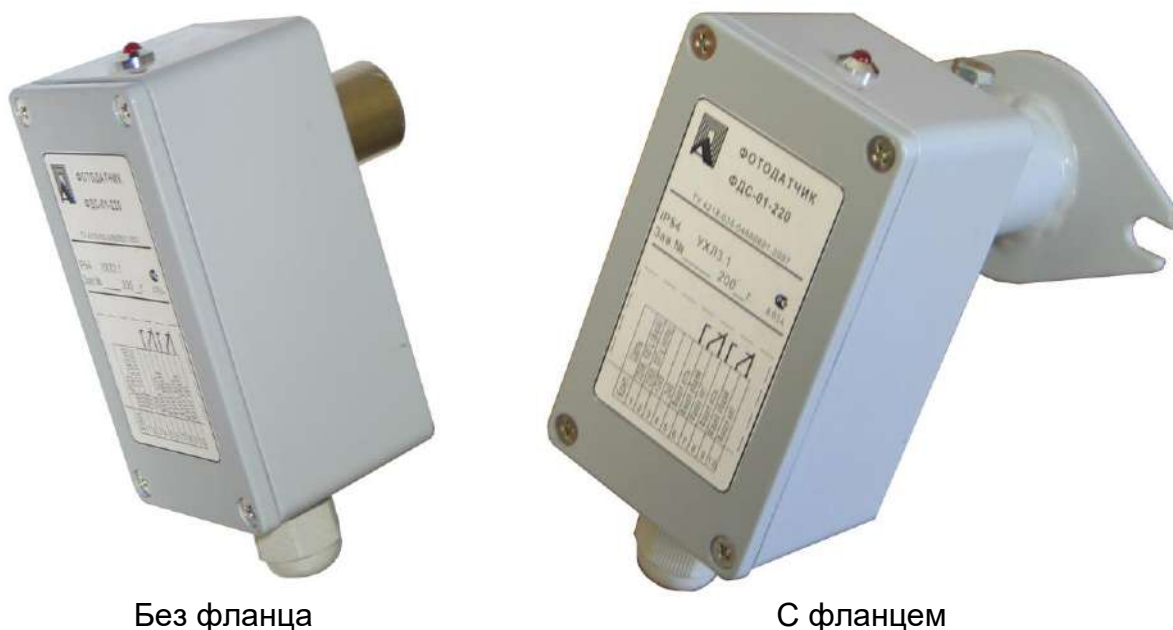

Рис.1 Общий вид прибора
4.1.1. Фотодатчик выполнен в моноблочном исполнении в металлическом корпусе. Общий вид фотодатчика представлен на Рис.1.